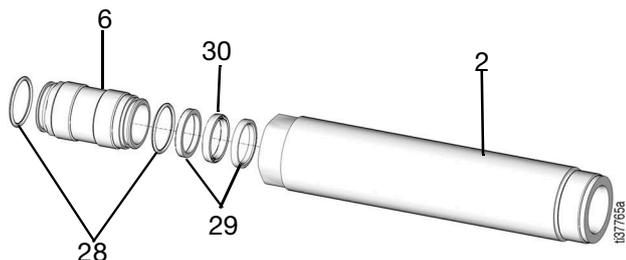

图 29
11. 从泵气缸 (2) 上拆下密封固定器 (6) (图 29)。
12. 拆下填料密封件 (30) 和填料密封支撑环 (29) 并用密封修理配件包中的新零配件更换 (图 29)。
13. 使用密封修理配件包（图 29）中的零配件更换密封固定器 (6) 上的 O 形圈 (28)。